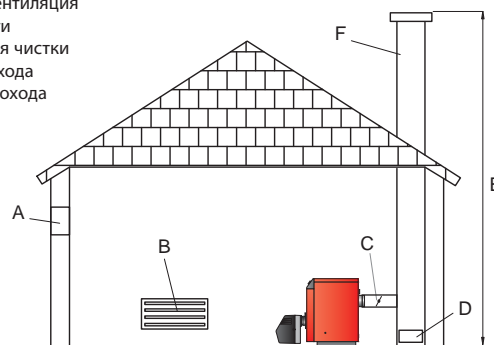

Рис. 6 : Вентиляция котельной и система дымоотведения типа B23
Помещение котельной должно быть оборудовано приточной и вытяжной вентиляцией (см рис. 6).
**Присоединение дымохода типа: B23 (рис.6)**